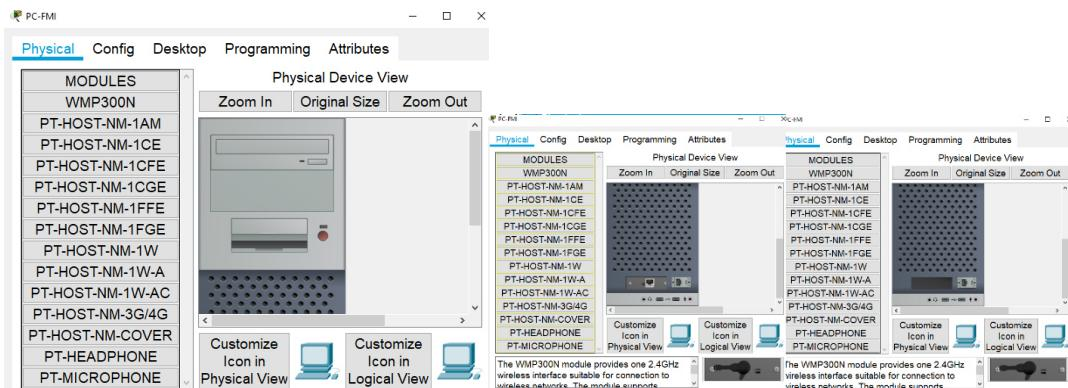
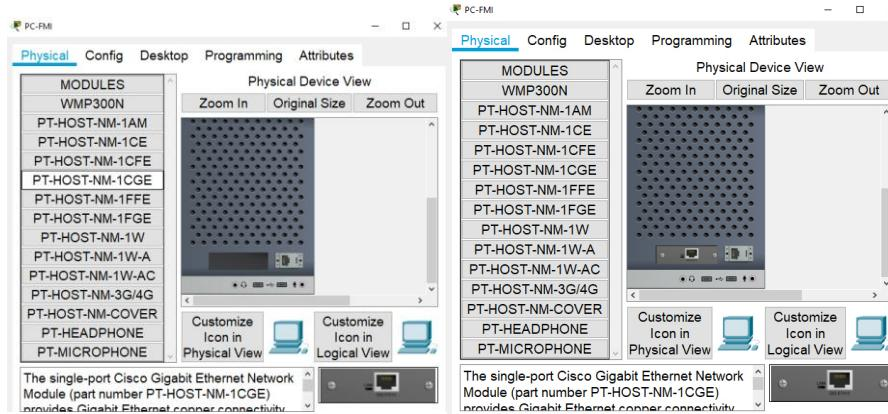
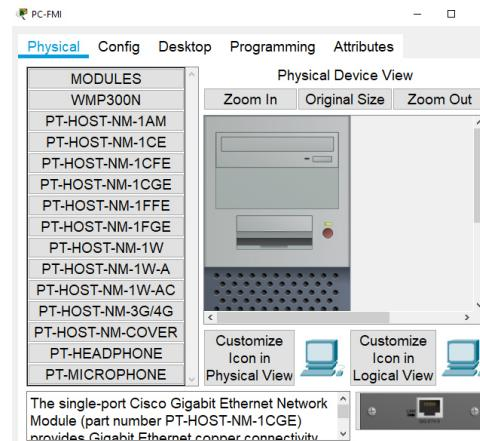

Fig. 39A. Oprirea alimentarii PCului. Fig. 39B. Extragerea placii Fa de retea.
Fig. 39C. Selectia plăcii de rețea Gb. Fig. 39D. Inserarea plăcii Gb în slot.
Fig. 39E. Repornirea PCului.
- Etapa 2.** Înlocuim placă rețea existentă, care din configurația de bază este o placă de tip FastEthernet (adică furnizează o legătură pe 100Mb), cu o placă de rețea de tip GigabitEthernet Fig. 39. Prima etapă oprim alimentarea cu energie a echipamentului Fig. 39A, apoi extragem placă de rețea existentă, drag and drop spre stânga deasupra modulelor Fig. 39B, după care din meniul MODULES selectăm placă de rețea dorită, aici GigabitEthernet Fig. 39C, apoi o aşezăm în slot Fig. 39D, și la final repornim alimentarea cu energie a echipamentului Fig 39E.